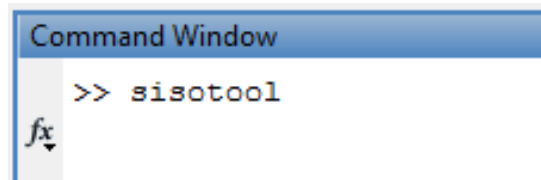

Figura 98. Inicialización Herramienta de Sintonización Sisotool.
- Abra la herramienta Sisotool escribiendo en la pantalla *Command Window* de Matlab la palabra *sisotool* y oprima enter tal como se ve en la Figura 98.